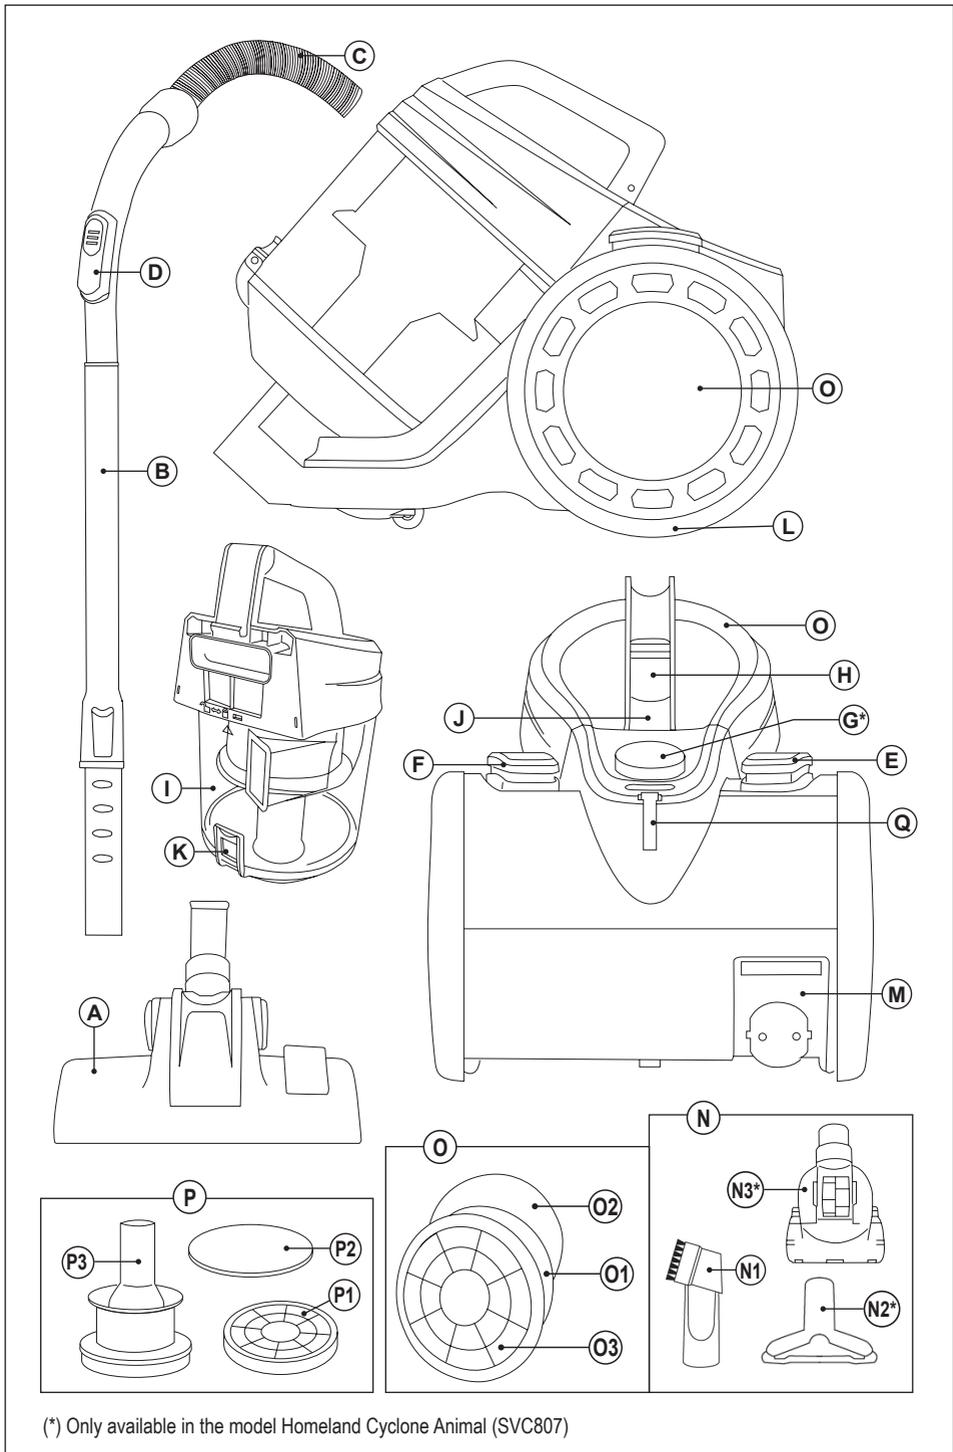

Fig. 1
- Emboîter le tuyau flexible dans l'entrée d'air de l'aspirateur. (Fig. 1).